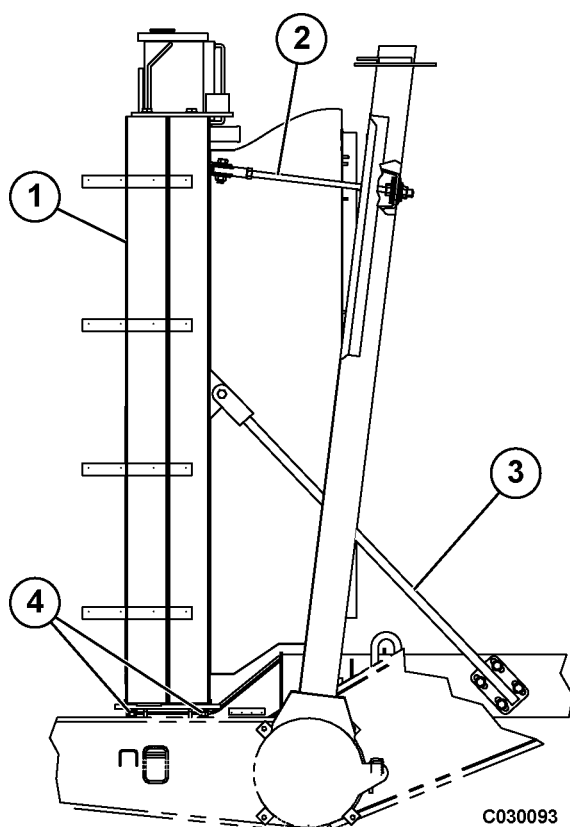

FIGURA 3-5. MONTAJE DEL RADIADOR
10. Retire las barras de soporte superiores (2, Figura 3-5) y las barras estabilizadoras (3), si están equipadas.
- Instale el elemento de montaje del radiador (4, Figura 3-5) en los soportes de montaje inferiores del radiador. No apriete las piezas.
- Inspeccione los bujes de goma de las barras de soporte superiores (2) y reemplácelos si están desgastados o dañados.
- Instale las barras de soporte superiores (2) y los elementos de montaje en ambos extremos. No apriete las piezas.
- Apriete el elemento de montaje del radiador (4) al torque estándar en los soportes inferiores de montaje del radiador.
- Para una mayor estabilidad, puede instalar las barras estabilizadoras (3). Instale las barras en los soportes y el subchasis del radiador, como se muestra en la figura, y luego apriete el elemento de montaje al torque estándar.